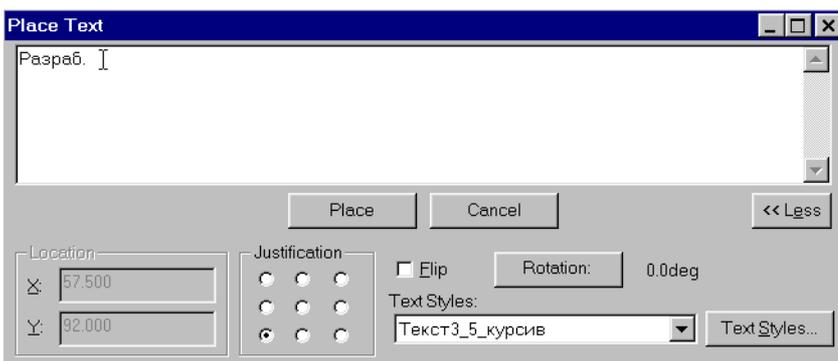
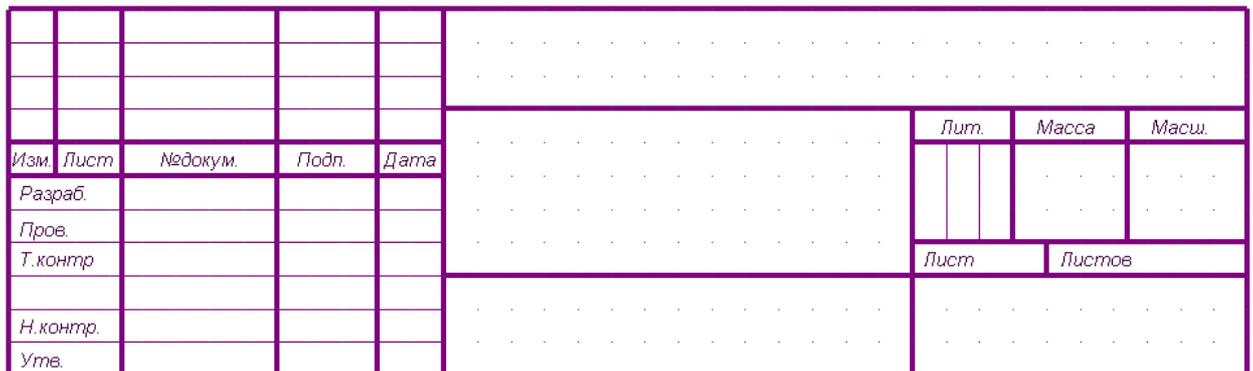

Рис. 4-8. Установка параметров текста
Рис. 4-9. Штмп с текстовыми надписями
4) На появившейся панели **Place Text** нажмите кнопку **More>>** (Больше) для добавления инструментов установки параметров текста. На рис. 4-8 показана расширенная панель свойств текста, где кнопка **More>>** трансформировалась в кнопку **<<Less** (Меньше).
6) Повторите пп. 4-5 для всех текстовых граф показанных на рис. 4-9. В результате во всех этих графах должен появиться одинаковый текст - **Разраб.**
3) В окне ввода текста на панели **Place Text** (рис. 4-8) наберите нужный текст (содержание текста см. рис. 4-9).